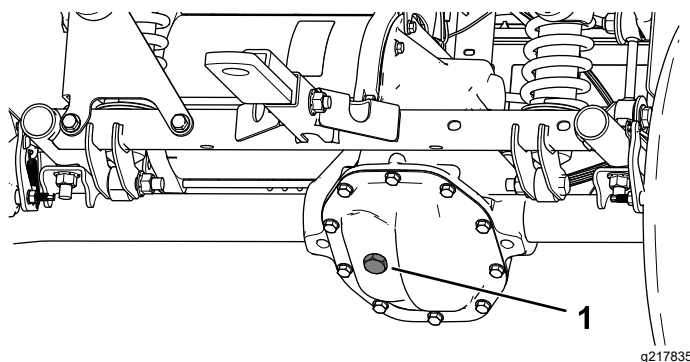

図 49
4. トランスアクスルについている補給プラグを外す図 49。
5. オイルの量が少ない場合は、補給プラグを取り、穴からあふれ出てくるまで所定のオイルを補給する図 49。
4. トランスアクスルの補給プラグを外して、穴から所定のオイルを入れる。補給穴からあふれ出てくるまで入れること 図 49。